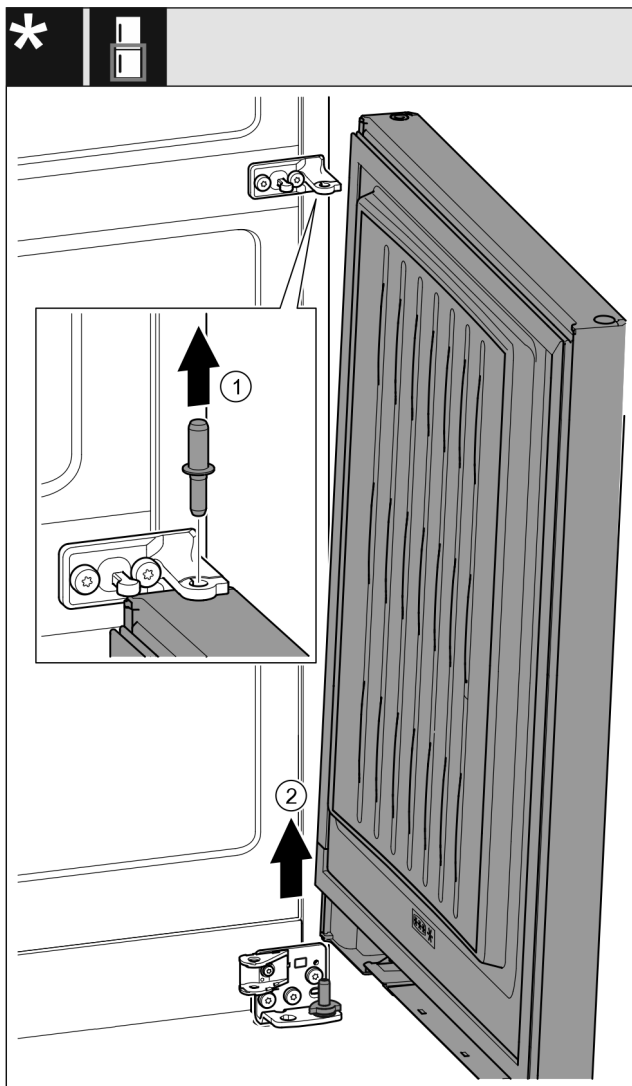

Fig. 23 \*
- ▶ Издърпайте болта нагоре. Fig. 23 (1)\*
- ▶ Завъртете навън вратата, издърпайте я нагоре и я сложете настрана. Fig. 23 (2)\*